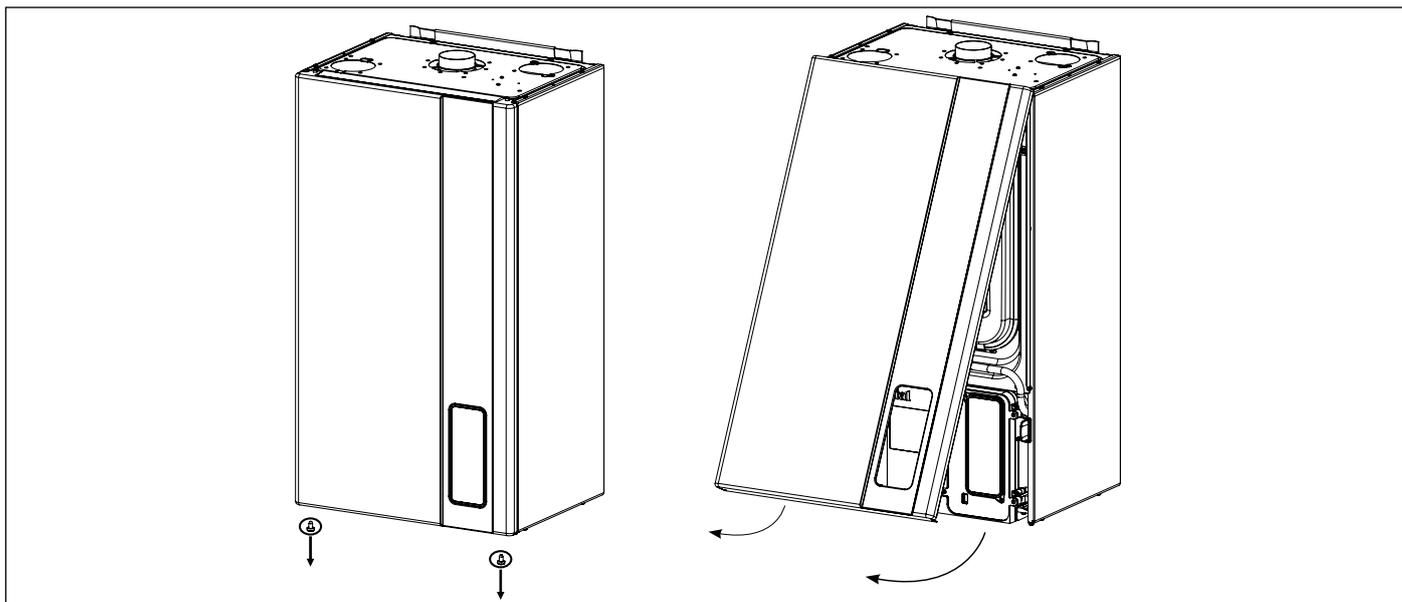

Fig. 43 Ouverture corps frontal
- Enlever le panneau frontal extérieur de la chaudière (voir Fig. 43 Ouverture corps frontal).